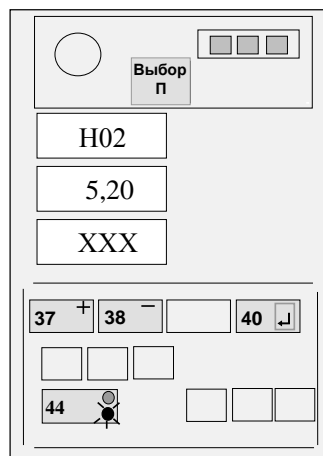

Рисунок 17
Нажимая кнопку ВЫБОР "П" (36), установить на верхнем ИЖЦ код "H02" (индикация вылета стрелы, см. рисунок 17).